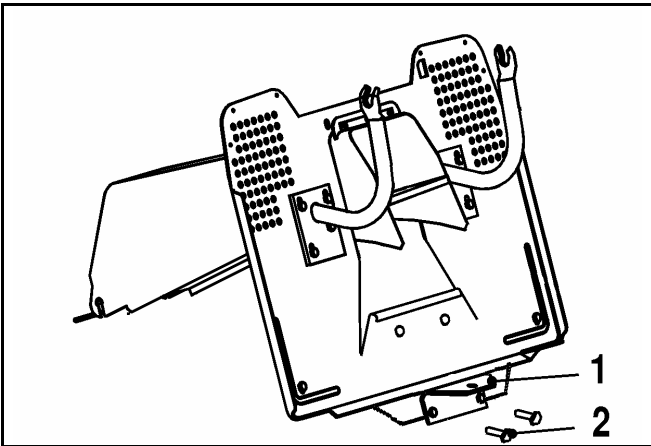

Fig. 4
ATTELAGE (Fig. 4)
5. Placer le bac de ramassage sur les deux supports indiqués sur la figure 4. Si l'alignement entre le bac et les ailes est incorrect, régler les supports (Fig.4, pièces 1 et 2). A la fin du réglage, serrer les vis.